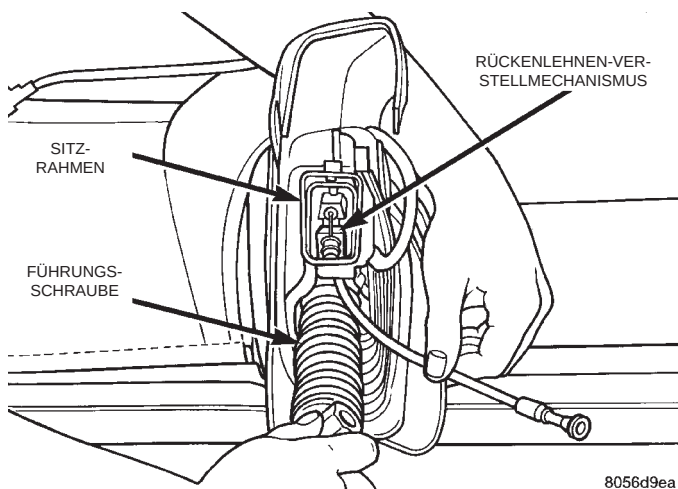

Abb. 6 Führungsschraube/Rückenlehnen-verstellmechanismus
- (13) Gestänge von der Rückenlehne abbauen.
- (14) Schwenkbolzen lösen, mit denen die Rückenlehne am Sitzrahmen befestigt ist.
- (15) Bolzen lösen, mit dem die Führungsschraube am Sitzrahmen gesichert ist.
- (16) Rückenlehne vom Sitzrahmen abbauen.
- (17) Führungsschraube aus dem Rückenlehnen-Verstellmechanismus lösen (Abb. 6).
- (1) Führungsschraube in den Rückenlehnen-Verstellmechanismus einsetzen und festziehen. (Abb. 6).